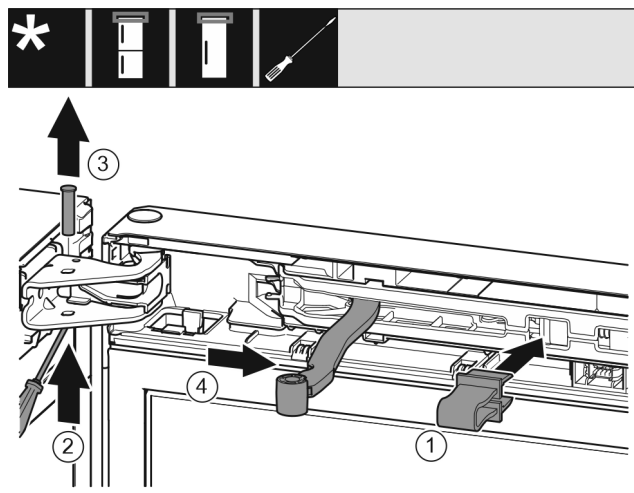

Fig. 6
- Innestare la protezione nell'apertura. Fig. 6 (1)
- Spingere verso l'esterno il perno con un cacciavite. Fig. 6 (2)
- Estrarre il perno verso l'alto. Fig. 6 (3)
- Ruotare il giunto articolato in direzione della porta. Fig. 6 (4)